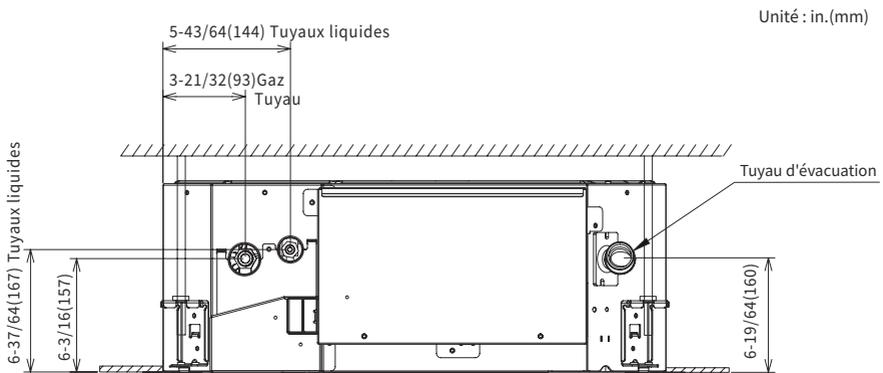

Fig. 4.1 Points de raccordement des tuyaux
- (1) Le point de raccordement et le diamètre de la tuyauterie sont indiqués à la Fig. 4.1 et au Tableau 4.1.